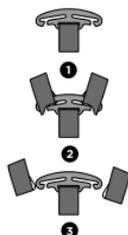
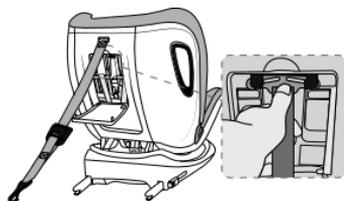

Рис. 2
Рис. 3
2. Направление по ходу движения (Рис. 2): необходимо использовать направление по ходу движения для ребенка ростом от 76 до 135 см и старше 15 месяцев.
3. Вы можете повернуть автокресло на 90° к себе лицом, чтобы удобно разместить ребенка и зафиксировать ремни безопасности (Рис. 3).
Снимите плечевые ремни из соединительных скоб и поместите соединительный элемент на хранение в соответствующее отделение на обратной стороне спинки. (Рис. 2 и Рис. 3)